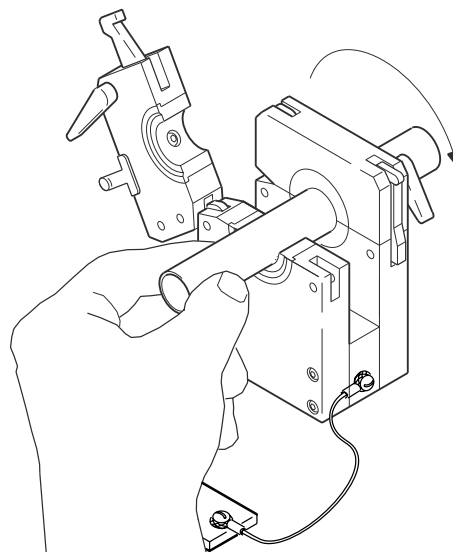

Рисунок 18. Установка трубки
5. Закройте и зафиксируйте нерегулируемую боковую пластину. См. рисунок 18.